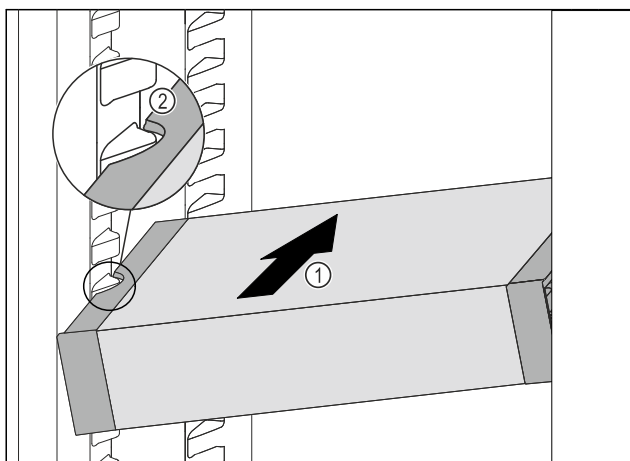

Fig. 122
- ▶ Zasuňte VarioSafe do chladničky pod úhlem tak Fig. 122 (1), aby vybrání na bocích Fig. 122 (2) VarioSafe byla na úrovni žebrování na nádoby v chladničce.